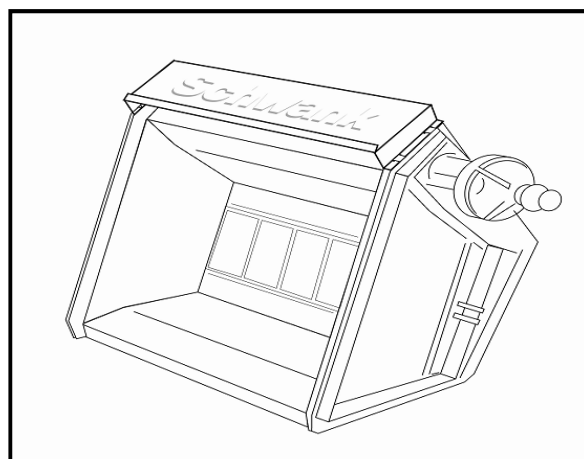

Fig. 28: Doblado de los clips hacia abajo
- ⇒ Doble los 4 clips a la posición original (vea la Fig. 28).